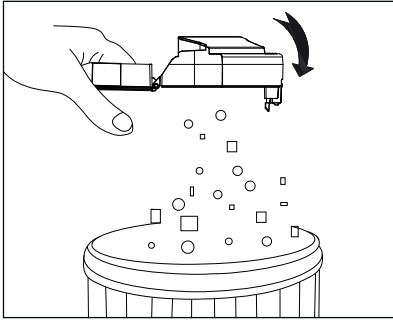

Fig. 9
- 3) Svuotare il contenuto del contenitore della polvere **14** in un contenitore per rifiuti (vedere fig. 9).